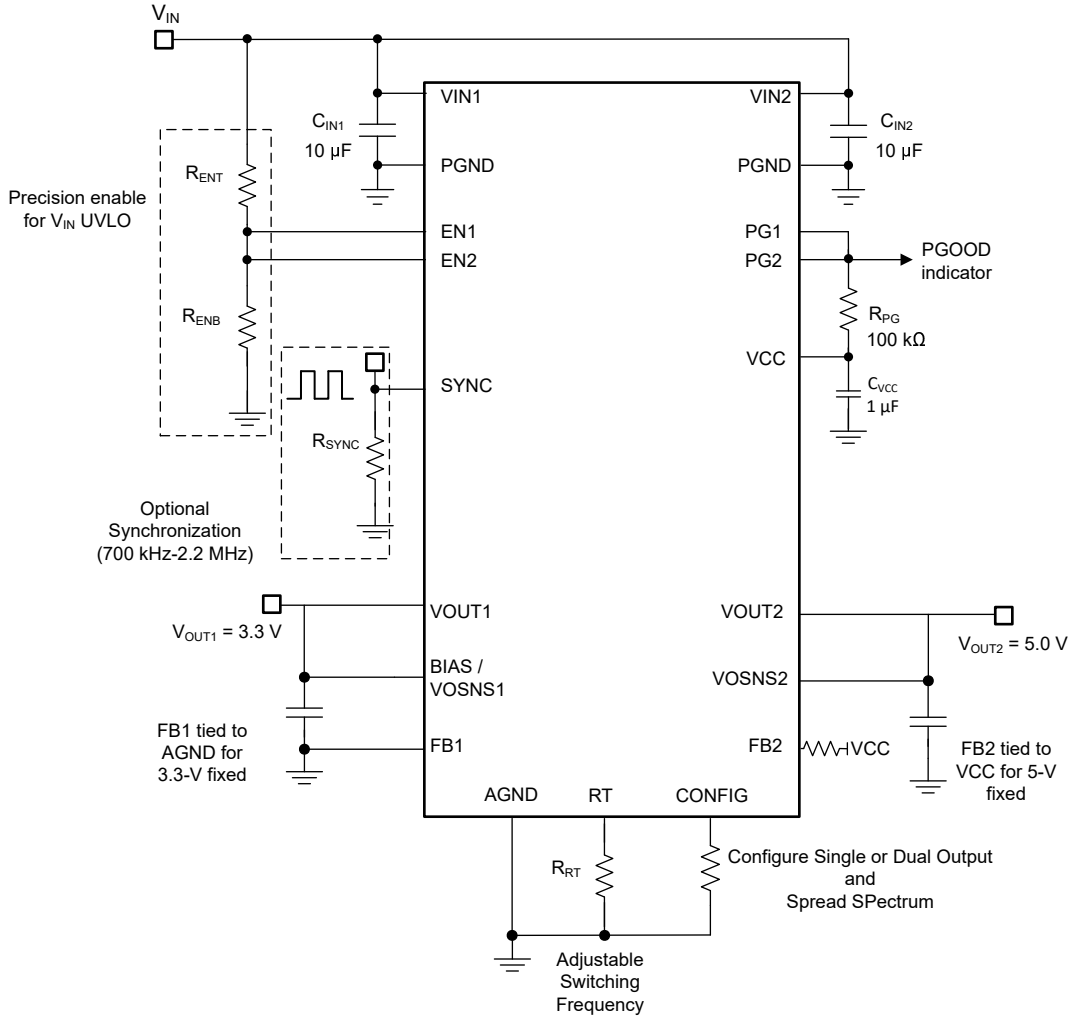

图 7-1. 输入工作电压范围为 3V 至 36V 的 TPSM64406 原理图
TPSM64406 模块的稳态输入电压范围为 3V 至 36V，适用于典型 12V、24V 和 28V 输入电源轨中的降压转换。图 7-1 中的原理图电路展示了实现基于 TPSM64406 且采用单输入电源的降压稳压器所需的所有元件。
TPSM64406 的可调输出电压范围为 0.8V 至最高 16V 或略低于  $V_{IN}$  (以较低者为准)。设置输出电压需要两个反馈电阻器，在 图 7-1 中指定为  $R_{FBT}$  和  $R_{FBB}$ 。反馈 (FB) 引脚上的基准电压设置为 0.8V，整个结温范围内的反馈系统精度为  $\pm 1\%$ 。该器件的结温范围为  $-40^{\circ}\text{C}$  至  $125^{\circ}\text{C}$ 。